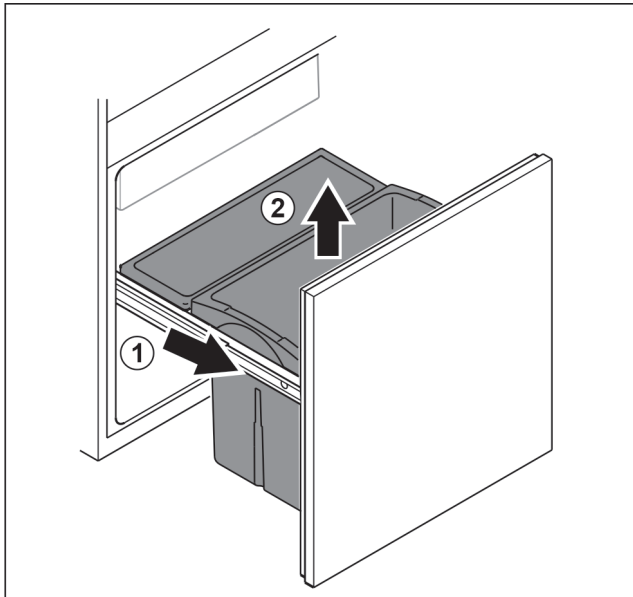

Fig. 80
- ▶ Вытяните выдвижную тележку до упора. Fig. 80 (1)
- ▶ Извлеките выдвижной ящик движением вверх. Fig. 80 (2)